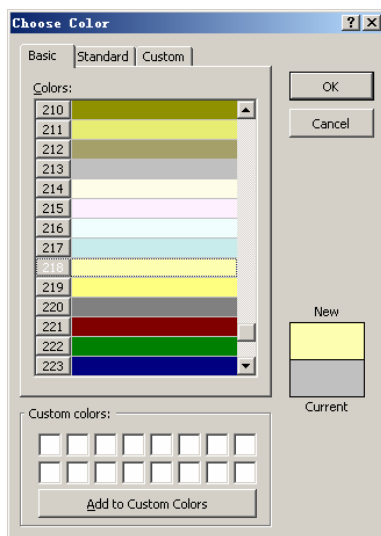

图 5.5 “Choose Color”对话框
(8)单击“Polygon”对话框中的“Fill Color”色彩块,打开如图 5.5 所示的“Choose Color”对话框。